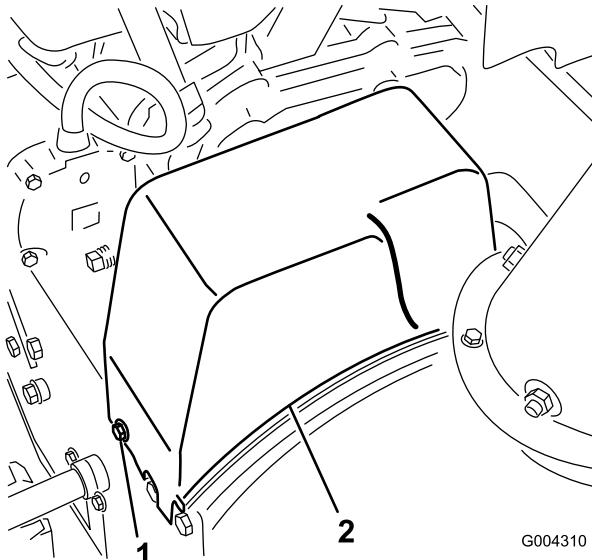

Figura 30
2. Togliete i due bulloni a testa flangiata che fissano il paracinghia, e riponete quest'ultimo da una parte (Figura 30).
1. Togliete i due bulloni a testa flangiata che fissano il paracinghia, e riponete quest'ultimo da una parte (Figura 30).